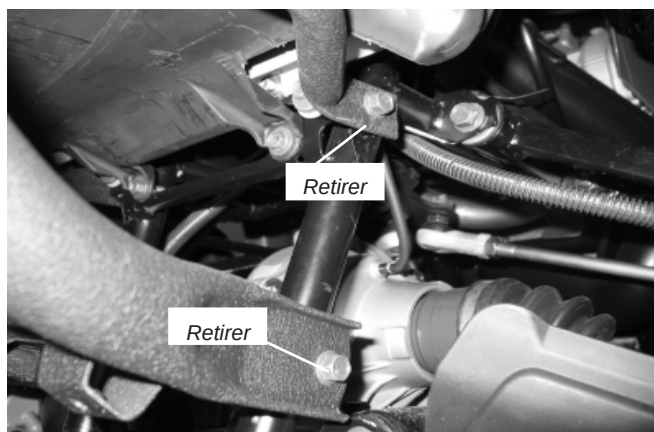

Figure 5
- Retirer les boulons qui retiennent la barre d'appui au cadre. (Figure 5)